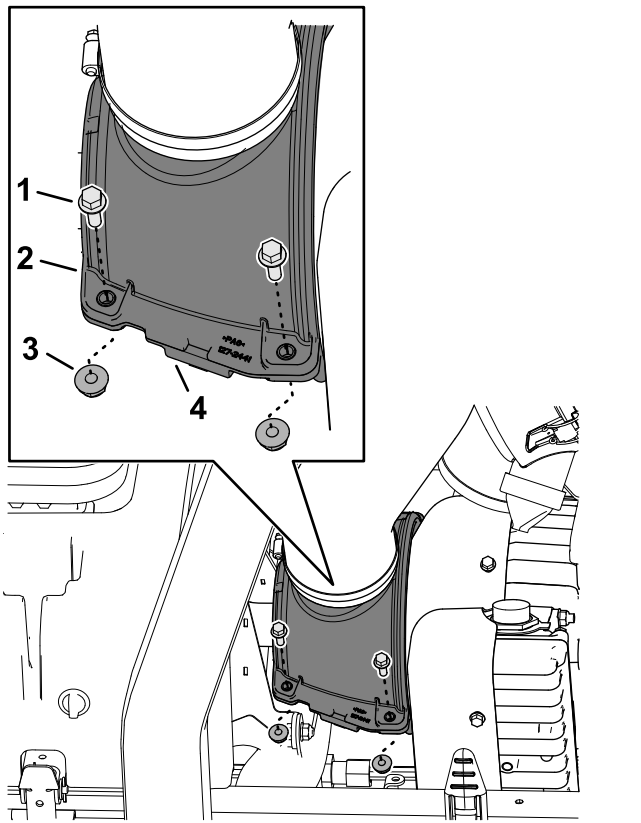

Bild 68
3. Sichern Sie die Kühlluftabdeckungshälften des Generators und die Druckbegrenzungsstifte mit den vier Bundkopfschrauben und vier Sicherungsbundmutter (Bild 68).